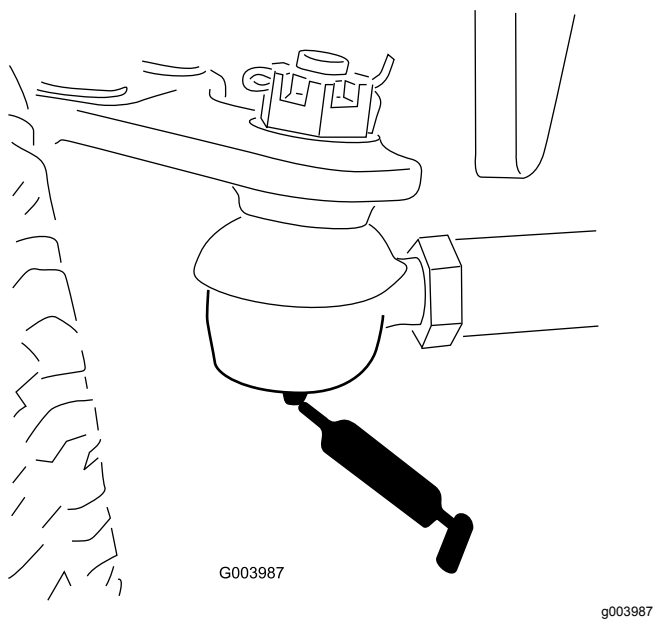

Figura 65
- Tirante del ponte posteriore (2) (Figura 65)